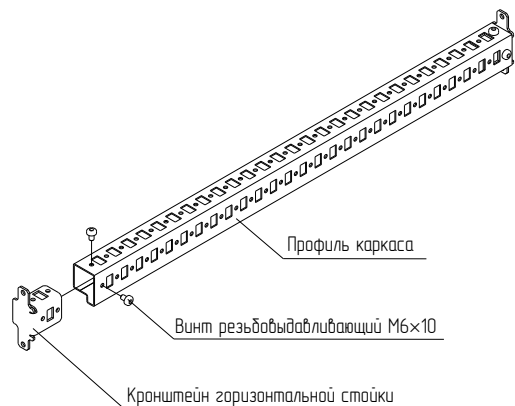

Рисунок 93
4.32.3 Надеть кронштейны горизонтальной стойки на торцы профиля каркаса и закрепить винтами M6x10 (рисунок 93). Момент затяжки – 7 Н·м.